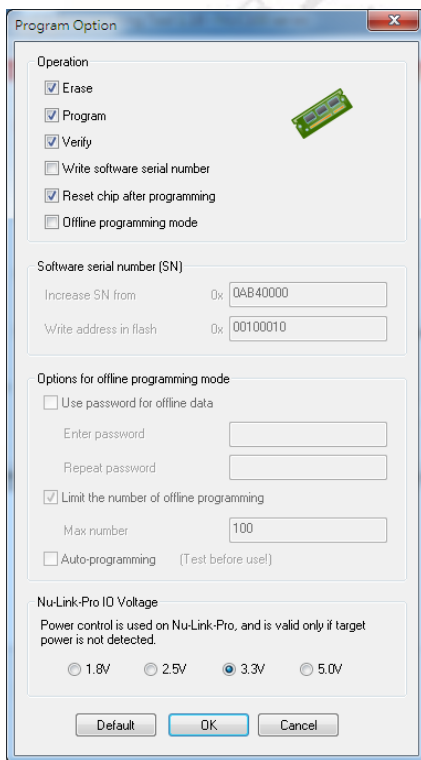

Figure 4-5 ICP Tool 编程 (烧录) 选项
- Step 4: 在 *ICP Tool* 窗口中 Program 区域, 点击 Option 打开 Program Option 界面, 参见 Figure 4-5.
- Step 5: 在 **Nu-Link Pro IO Voltage** 选项, 指定 SWD 端口的电源电压到目标芯片, 然后点击 **OK**. 若使用离线编程 (烧录) 功能, “Offline Programming mode” 选项需要被选择, 参见 Figure 4-5.